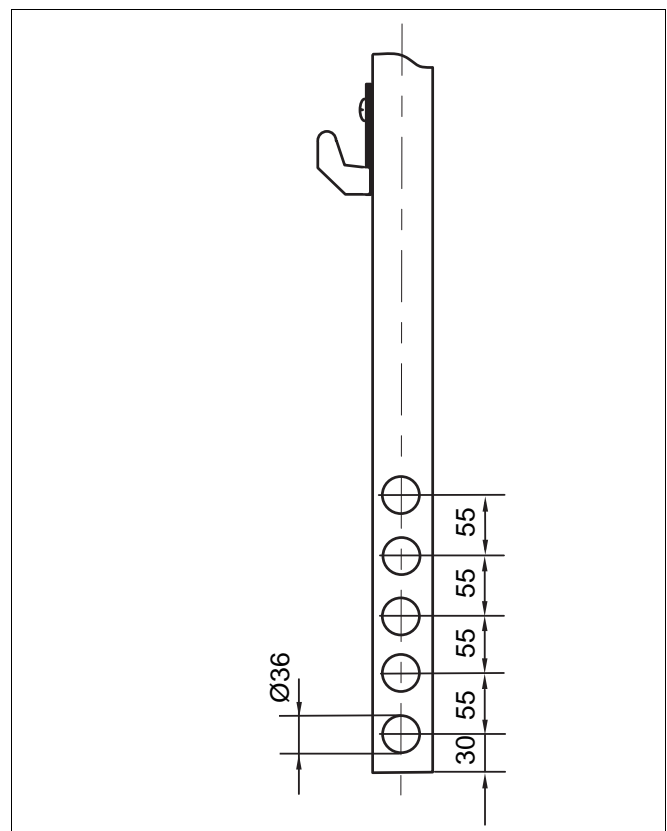

Abb. 3 Rohrdurchgänge Montagerahmen
- Die Abstände der einzelnen Rohrdurchgänge sind beim Verlegen der Rohre zu beachten (Abb. 3).